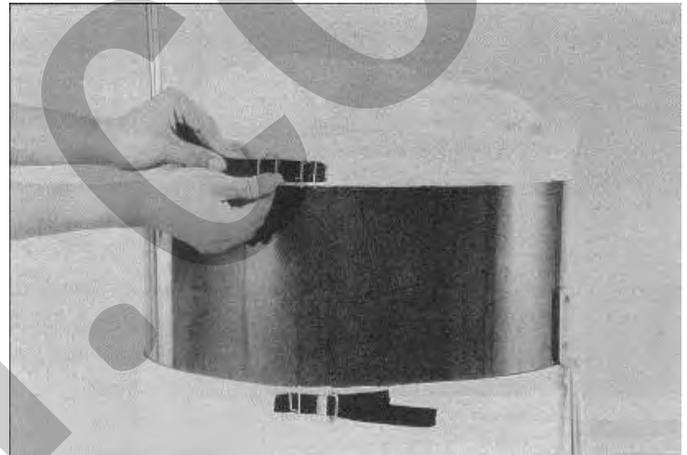

Figura 14 - Montaggio dei sacchi.
8. Disporre i sacchi (H) sul collettore e fissarli con le apposite cinghie (Figura 14).